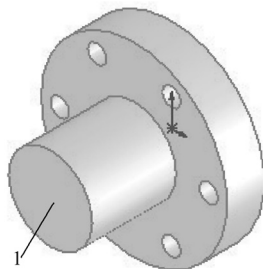

图4-11 创建拉伸2特征
**12** 设置视图方向。单击“前导视图”工具栏中的“等轴测”按钮，将视图以等轴测方向显示，创建的拉伸2特征如图4-11所示。
**13** 设置基准面。选择图4-11所示的表面1，然后单击“前导视图”工具栏中的“正视图”按钮，将该表面作为绘制图形的基准面。